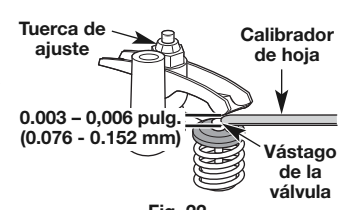

Fig. 22
8. Use un calibrador de hoja para medir la holgura entre uno de los vástagos de las válvulas y su balancín correspondiente (Fig. 22). Repite este proceso para el otro vástago de la válvula y el balancín. La holgura recomendada es de **0.003 pulgadas a 0.006 pulgadas (de 0.076 mm a 0.152 mm)**. Use un calibrador de hoja automotriz estándar de **0.005 pulgadas (0.127 mm)**. El calibrador de hoja debe deslizarse entre el balancín y el vástago de la válvula con una ligera resistencia, sin doblarse (Fig. 22).
- Gire la tuerca de ajuste utilizando una llave de 5/16 de pulgada (8 mm) o un impulsor de tuercas (Fig. 22).